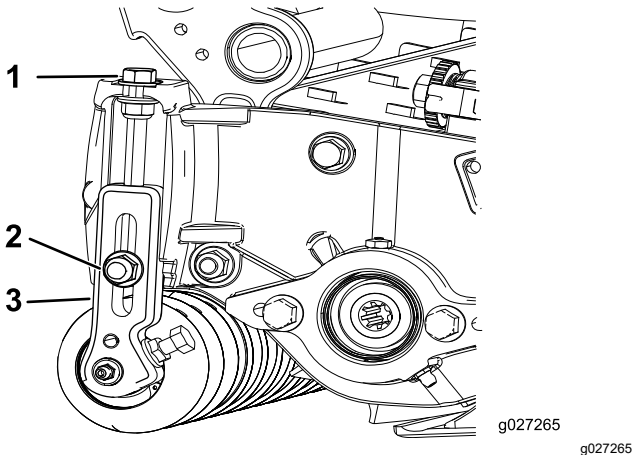

Figura 14
1. Desaperte as porcas de bloqueio que fixam os suportes da altura de corte às placas laterais da unidade de corte (Figura 14).